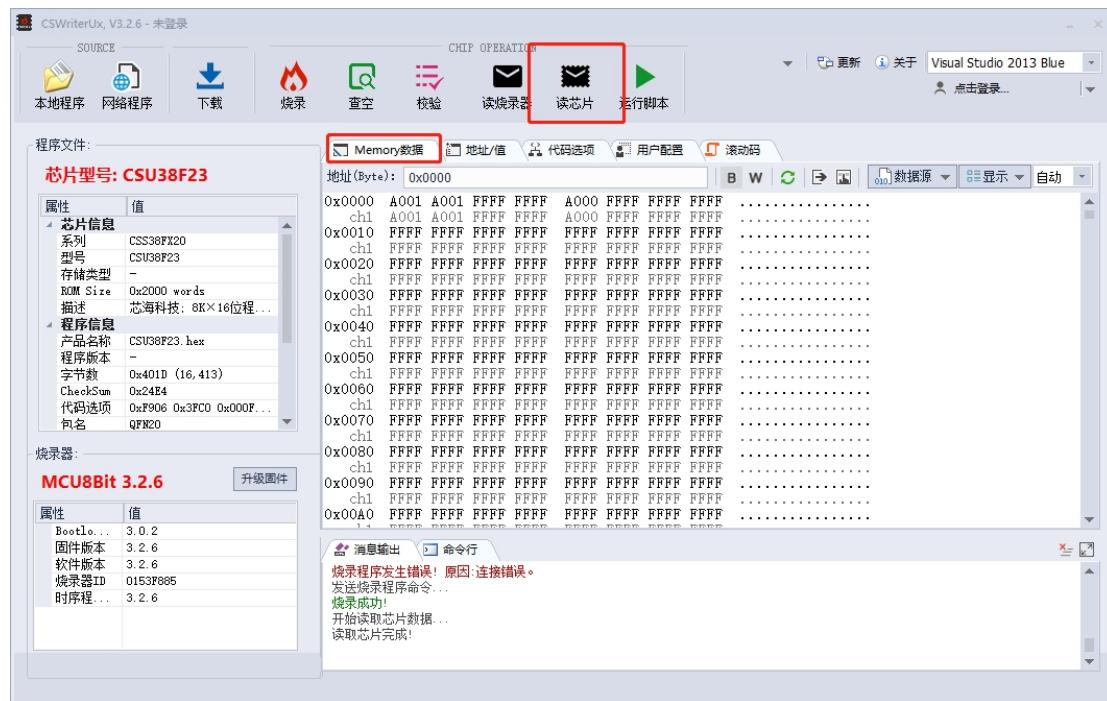
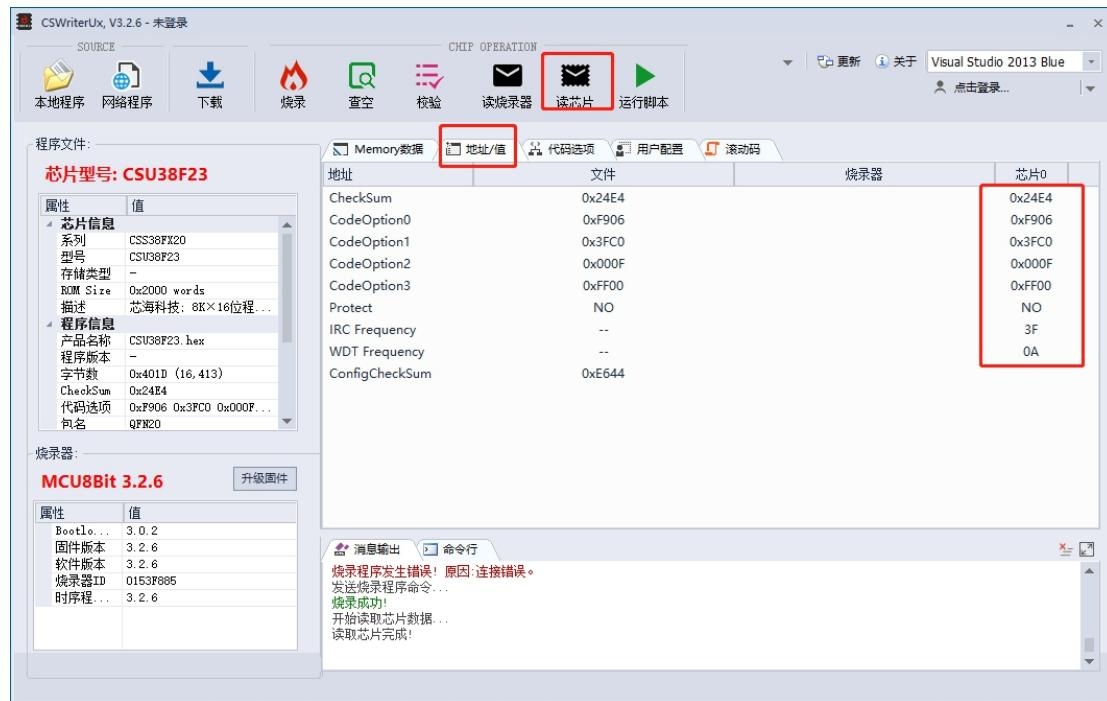

图 5 代码区域芯片数据与烧录文件数据一致
图 6 代码选项区域数据
(3) PC 上位机点击“读芯片”，能够正常读取芯片内容，且内容与烧录文件一致，包括代码区域（如图 5 所示）、代码选项区域（如图 6 所示），其中代码选项区域包含 checksum、option、protect 等信息。
(3) 芯片烧录后, IRC 与 WDC 时钟校准值正常, 不为全 0 或全 F, 如图 6 所示。